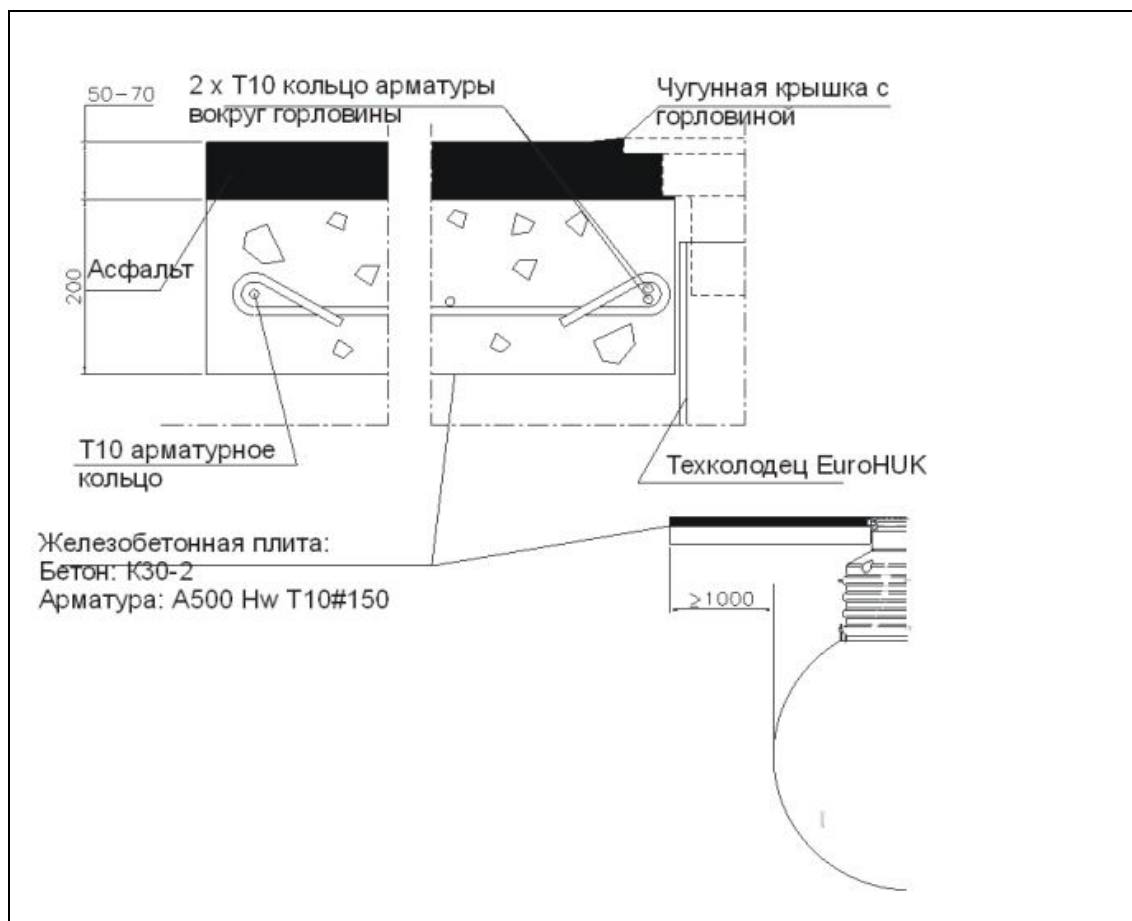

Рис. 5 Установка ж/б плиты для снижения нагрузки от автотранспорта.
9. При установке системы в местах движения тяжелого и среднего автотранспорта, для компенсации нагрузки, установите ж/б плиту и уложите асфальт (Рис. 5). Смотрите также инструкции по подземной установке колодца для отбора проб.